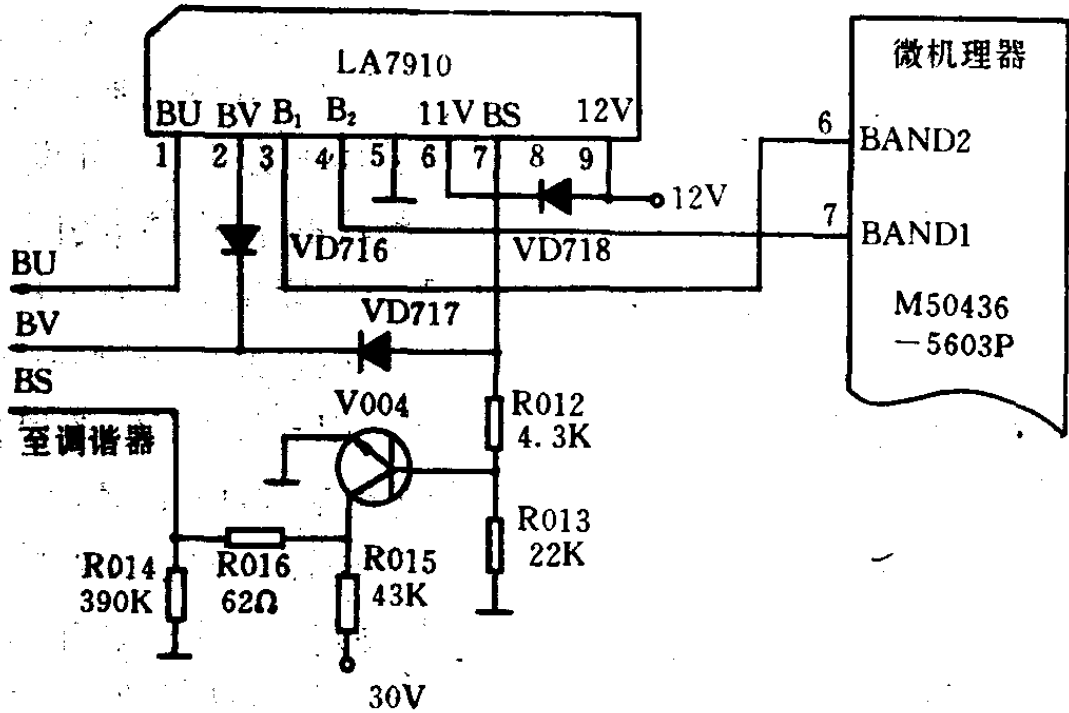

图 5-6 遥控电视机的频段开关电路
图 5-6 为使用 M50436-560SP 微处理器及 LA7910 型频段开关集成块的频段切换电路，图中，LA7910 的作用是，将微处理器 M50436-560SP 输出的两路频段切换控制信号，转换成高频调谐器进行频段切换的 BV、BU、BS 三种电压，之后送高频调谐器完成频段切换。图中 V_{004} 为电平变换管，工作在截止与饱和状态，当 LA7910⑦脚输出高电平时， V_{004} 饱和导通，BS 输出端为 0V；当 LA7910 的⑦脚输出低电平时， V_{004} 处于截止状态，BS 端输出电压为 30V。在不同频段时， V_{004} 起到了电平变换的作用。在图 5-6 的电路中，电视机工作在不同频段时微处理器 M50436-560SP 频段控制输出端⑥脚与⑦脚输出电平及 LA7910①、②、⑦脚输出电压、输出至高